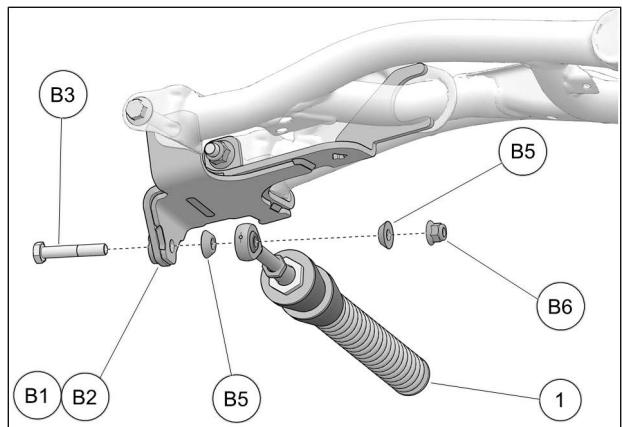

Fig. 10
10. Fixer le bras stabilisateur (1) à l'ancrage de suspension (B1-B2) à l'aide du boulon (B3), des espaces coniques (B5) et de l'écrou autobloquant (B6). Serrer à un couple de 70 Nm [52 lb•pi]. Voir la Fig. 10